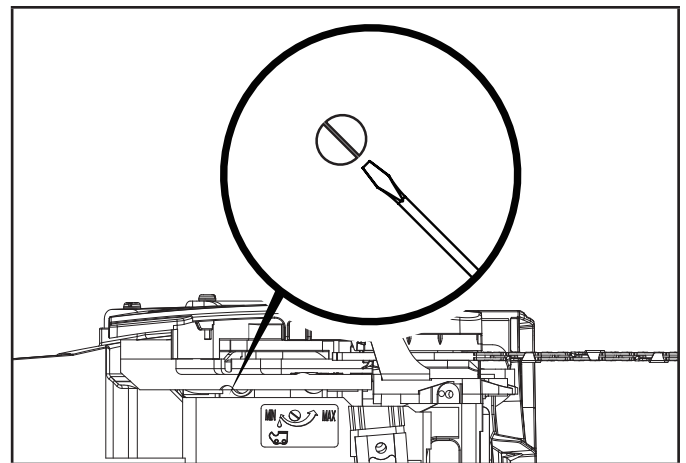

Figure 23
- Pour augmenter le débit d'huile, tournez la vis d'ajustement automatique de l'huile dans le sens contraire des aiguilles d'une montre à l'aide du tournevis à tête plate (Fig. 23).
- Pour diminuer le débit d'huile, tournez la vis d'ajustement automatique de l'huile dans le sens des aiguilles d'une montre à l'aide du tournevis à tête plate (Fig.23).